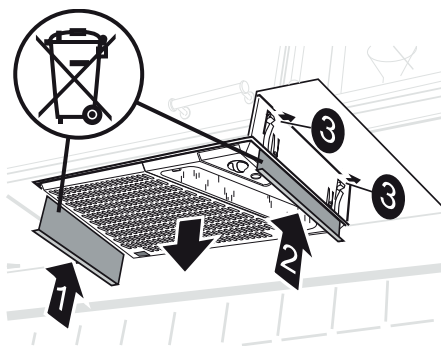

Fig. 5
Trykk demonteringsplatene (1 og 2) opp mellom kjøkkenventilatoren og innbyggingsrammen, slik at fjærene (3) frigjøres. Trekk kjøkkenventilatoren ned fra innbyggingsrammen, Fig. 5.